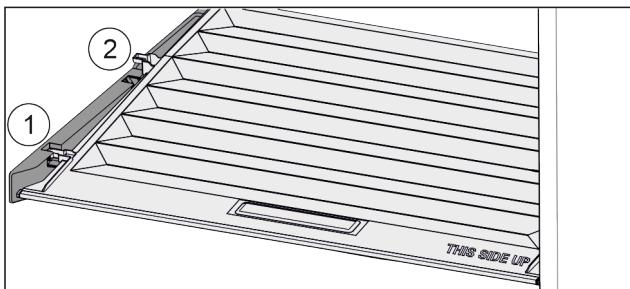

Fig. 161
- Кришку до отвору в деталях для підтримки потягнути вперед Fig. 161 (1).
- Підняти ззаду знизу та вийняти Fig. 161 (2) вгору.